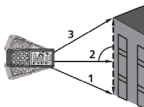

Fig. 10 : Mesure Indirecte à 3 points - mode 1
3. Placer l'instrument dans le point le plus bas (1) de la mesure (voir Fig. 10) et appuyer sur la touche  ou sur la touche latérale **MEAS**. Le résultat est affiché au premier écran partiel. Le symbole «  » s'affiche à l'écran avec côté « 2 » clignotant.
4. Placer l'instrument de la façon la plus horizontale possible (2) de la mesure (voir la figure) et appuyer sur la touche  ou sur la touche latérale **MEAS** pour exécuter la mesure. Le résultat est affiché au deuxième écran partiel. Le symbole «  » s'affiche à l'écran avec côté « 3 » clignotant.
5. Placer l'instrument dans le point le plus haut (3) de la mesure (voir Fig. 10) et appuyer sur la touche  ou sur la touche latérale **MEAS** pour exécuter la mesure. Le résultat est affiché au deuxième écran partiel.